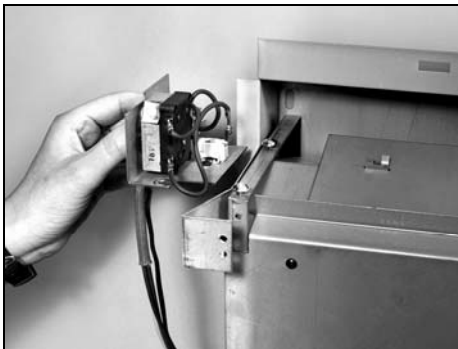

fig.10
- Om het apparaat aan de muur te bevestigen, eerst de L-hoek met elektrische componenten voor de directe verwarming verwijderen. Hiervoor de twee schroeven van de L-hoek losdraaien (2 slagen zijn voldoende). De L-hoek iets optillen en naar links wegtrekken (fig.10).
- De L-hoek met de elektrische componenten voor de directe verwarming weer monteren (fig.10). Hiervoor de L-hoek tot aan de aanslag tussen de twee losgedraaide schroeven schuiven en vastschroeven.